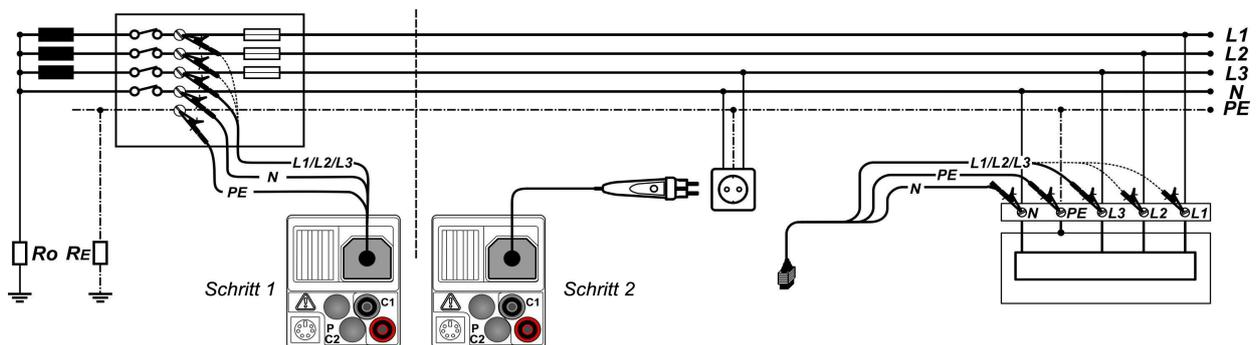

Abbildung 5.30: Anschluss des optionalen Commander-Prüfsteckers (044149) und der 3-Leiter-Prüfleitung
- Kontaktieren Sie die Prüflinien an das Prüfobjekt (siehe Abbildung 5.30).